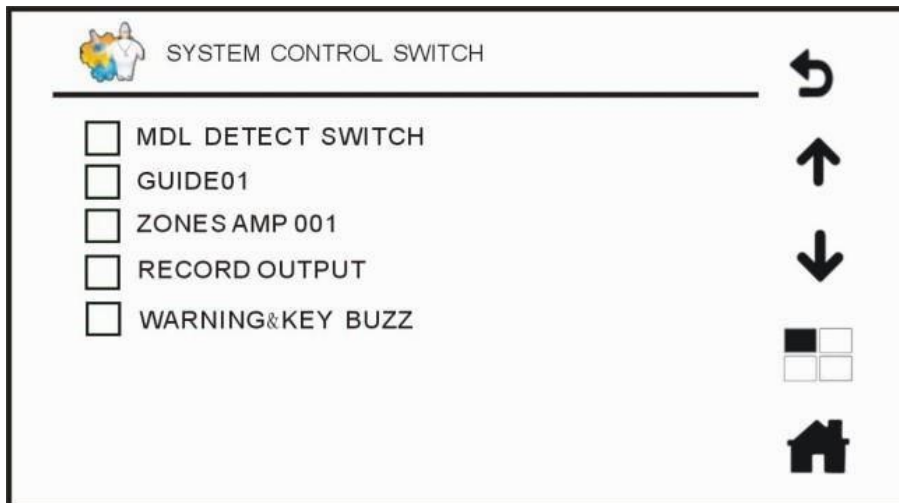

Рис. 4.28. Меню диагностики оборудования
- Если в меню **SETTINGS** (системные настройки), нажать кнопку подменю **SYSTEM DETECTION SWITCH**, то вы попадаете меню диагностики оборудования, показанное на Рис. 4.28. Установите флажок  напротив выбранного в списке устройства, чтобы система LPA-EVA могла постоянно вести мониторинг его состояния во время работы. Снимите флажок , и система не будет проверять состояние этого устройства, то есть, если устройство выходит из строя, система продолжит работать в обычном режиме.